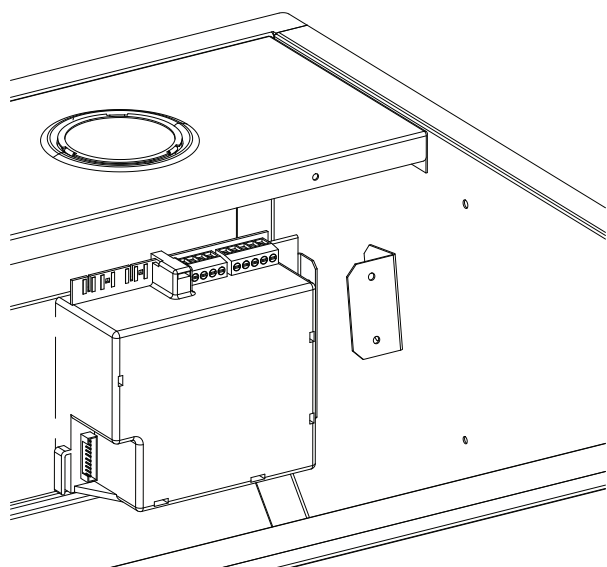

Figura 16: Conexión de la caja de relés
d) Conecte la manguera proporcionada con el juego del mando a distancia (*Figura 16*).